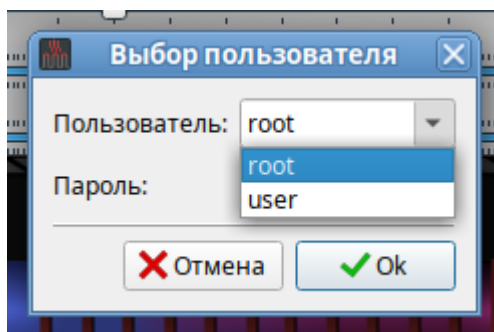

Рис. 25
- в окне «Выбор пользователя» щелкнуть левой кнопкой мыши в правой части поля «Пользователь». При этом выпадет список пользователей (рис. 25);